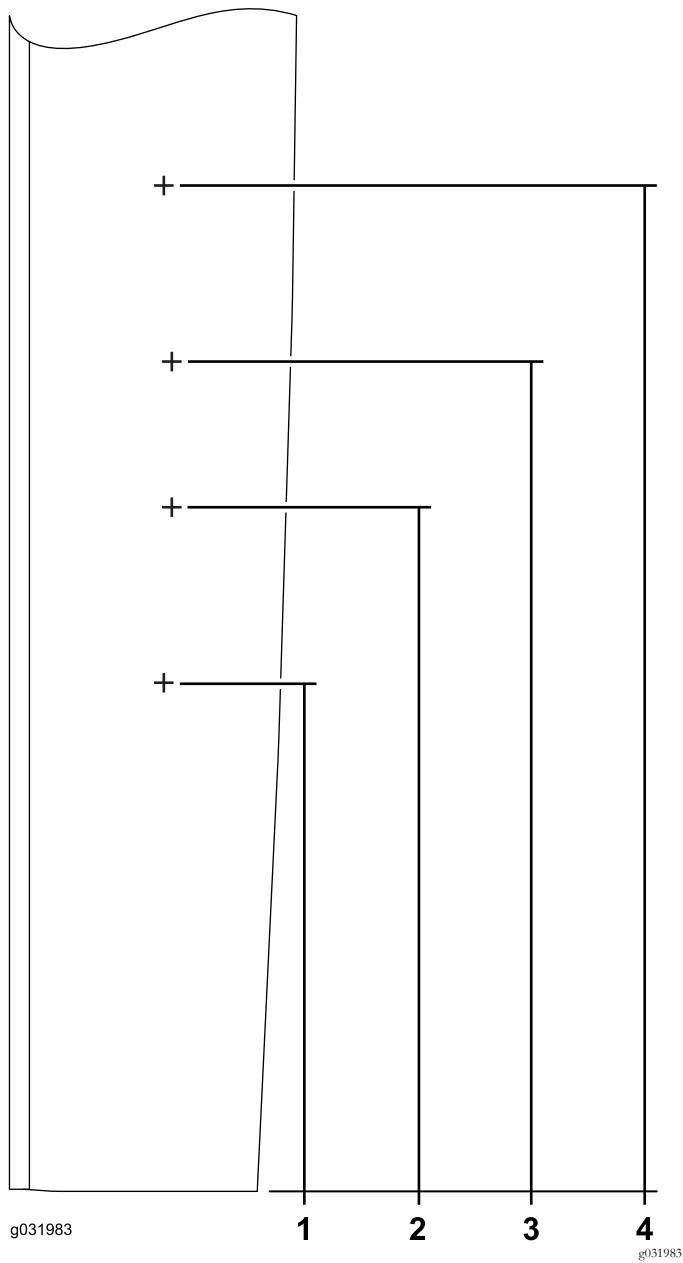
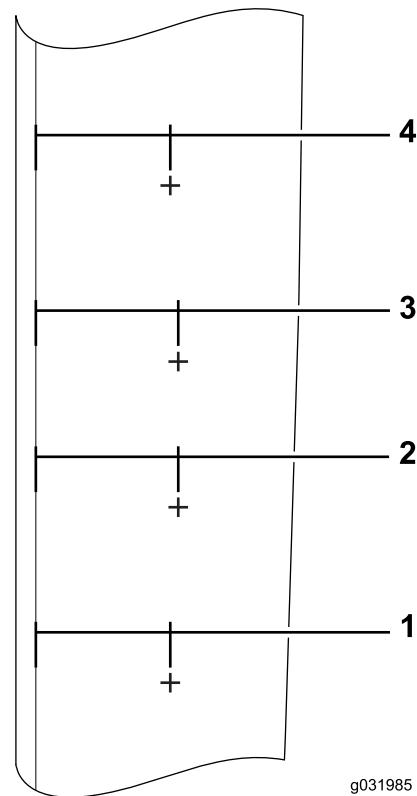

Figura 49
Figura 50
- Localize e marque os locais seguintes na placa lateral, (Figura 49) e (Figura 50).